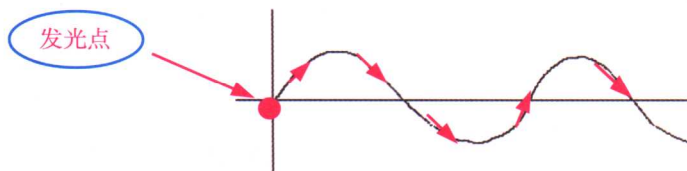

图 1-3 光的波动性
(1)光在传播过程中以横波的形式进行传播。如图 1-3 所示。